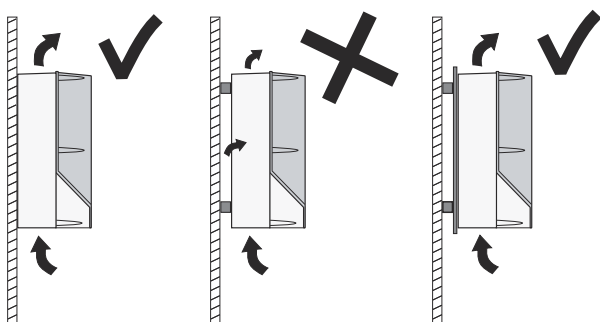

Fig. 2 CUE atârnat direct pe perete sau prevăzut cu o placă în spate
- Așezați dulapul CUE direct pe perete sau montați-l cu o placă în spate. Vezi fig. 2 .